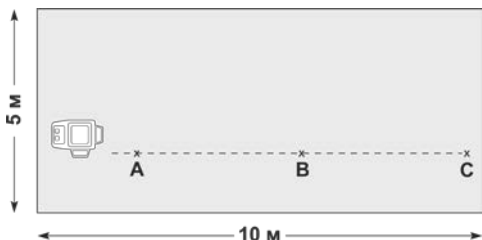

Рисунок 10
3.7.2 Уздовж спроектованій на підлозі лазерної лінії позначте середину променя в трьох точках («A», «B», «C»). Відмітка повинна наноситися точно посередині лазерної лінії (рисунок 10).